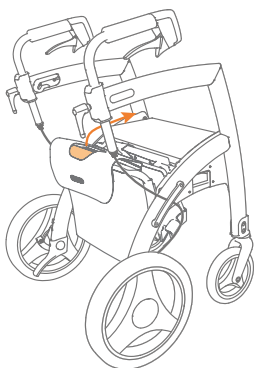

Abbildung 40: Ziehen Sie die Rückenlehne nach oben und nach vorne.
- b. Um die Gehhilfe in einen Elektrorollstuhl umzubauen, muss das Rollstuhlpaket hochgezogen werden. Nehmen Sie den Griff des Rollstuhlpakets und ziehen Sie ihn leicht nach oben und nach vorne bis zur Hälfte des Rahmens (**Abbildung 40**).